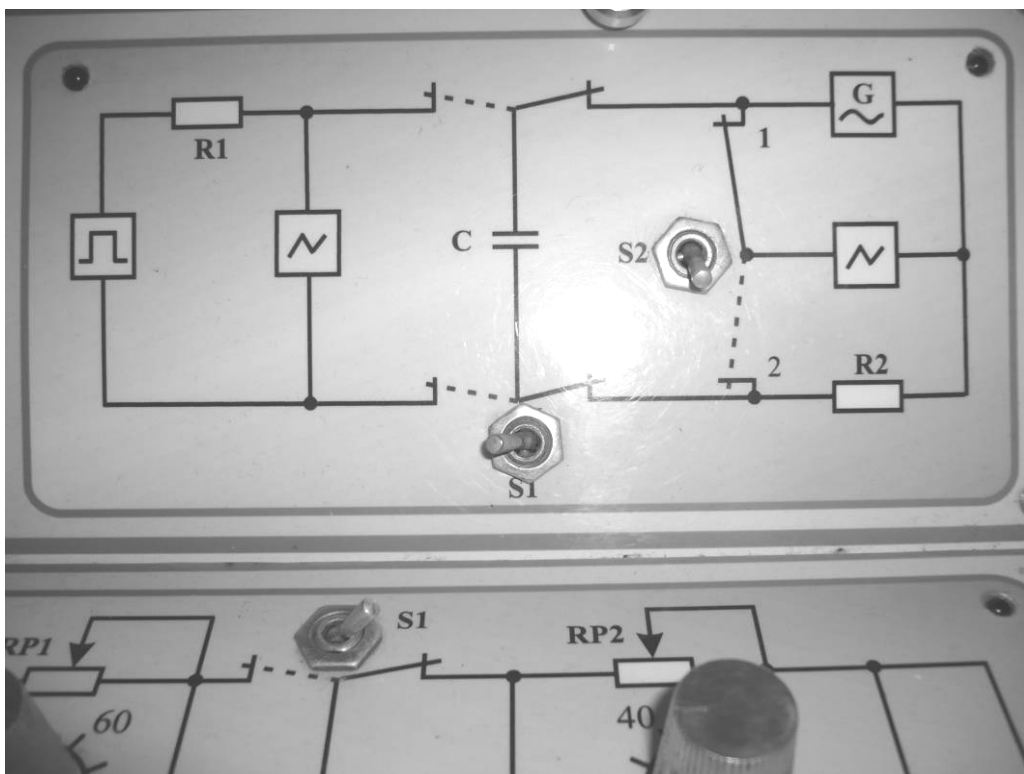

Рисунок 5.2 – Вид части лабораторного макета с данной лабораторной работой
5.5 Выбрать название работы и щелкнуть по строке мышью. На экране появится рабочий стенд, включающий экран осциллографа, рукоятку регулировки частоты генератора, а также таблицу для занесения измеренных значений амплитуды и частоты. На макете загорается сигнальная лампочка, указывающая выбранную работу. Переключатель типа работы на макете следует перевести в положение работы с переменным сигналом. Для этого тумблер *S1* перевести в правое положение (См. **рис. 5.2**).